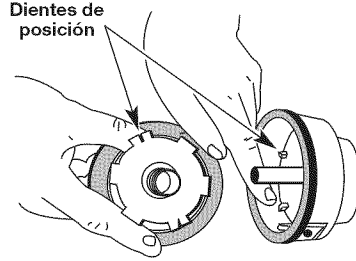

Fig. 15
5. Verifique el desgaste de los dientes de posición del carrete interior y bobina exterior (Fig. 15). Si es necesario, saque la rebaba o cambie el carrete y la bobina.